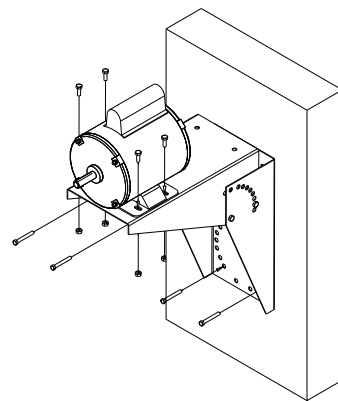

Figure 5 — Pose du support
5. Fixer le support au mur comme sur la Figure 5. Utiliser la visserie appropriée (non fournie).